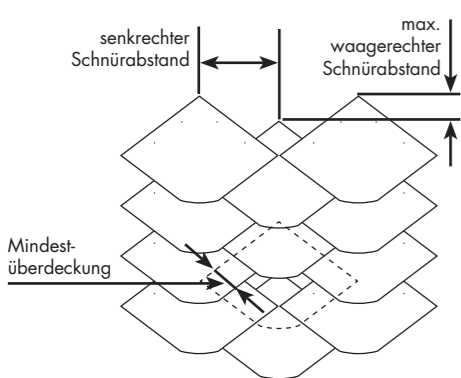
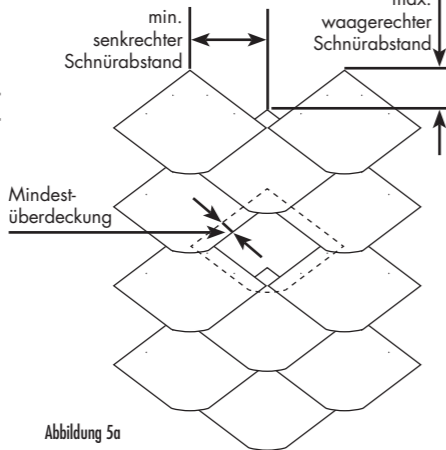
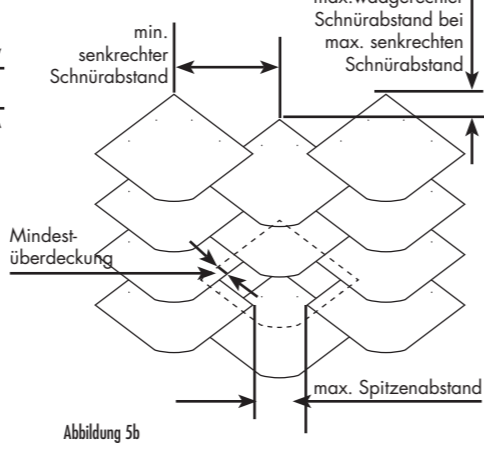

Abbildung 4
Abbildung 5a
Abbildung 5b
- 3.1 Die **UNIGENIAL** Deckung mit Schablonen wird so ausgeführt, dass die Decksteine im halben Verband verlegt werden und die abgerundeten Ecken nach unten zeigen (Abb. 4, 5a und 5b).
- 3.4 Bei Dachdeckungen stoßen die Spitzen immer zusammen (s. senkrechter Schnürabstand Abb. 4). Der maximale waagerechte Schnürabstand muss so gewählt werden, dass die rechtwinklig zur Schieferkante gemessene Mindestüberdeckung nicht unterschritten wird (Abb. 4). Die Werte für die Mindestdachneigung, die Mindestüberdeckung, den waagerechten und den senkrechten Schnürabstand sowie den ca. Stückzahlbedarf pro m^2 entnehmen Sie bitte der Tabelle 3. Bei Außenwandbekleidungen sind sowohl der waagerechte als auch der senkrechte Schnürabstand innerhalb gewisser Toleranzen variabel. Auf die Mindestüberdeckung (rechtwinklig zur Schieferkante gemessen) ist zu achten (Abb. 5a und 5b). Die Werte für die Mindestüberdeckung, den waagerechten und den senkrechten Schnürabstand **bei maximalem waagerechten Schnürabstand** (Abb. 5a) sowie den entsprechenden ca. Stückzahlbedarf pro m^2 entnehmen Sie bitte der Tabelle 4. Die Werte für die Mindestüberdeckung, den waagerechten und den senkrechten Schnürabstand **bei maximalem senkrechten Schnürabstand** (Abb. 5b) sowie den entsprechenden ca. Stückzahlbedarf pro m^2 entnehmen Sie bitte der Tabelle 5.
Werte für Dachdeckungen mit UNIGENIAL Schablonen in der UNIGENIAL Deckart bei max. waager. Schnürabstand (Abb. 4)
Werte für Außenwandbekleidungen mit UNIGENIAL Schablonen in der UNIGENIAL Deckart bei max. waager. Schnürabstand (Abb. 5a)
Werte für Außenwandbekleidungen mit UNIGENIAL Schablonen in der UNIGENIAL Deckart bei max. senkr. Schnürabstand (Abb. 5b)